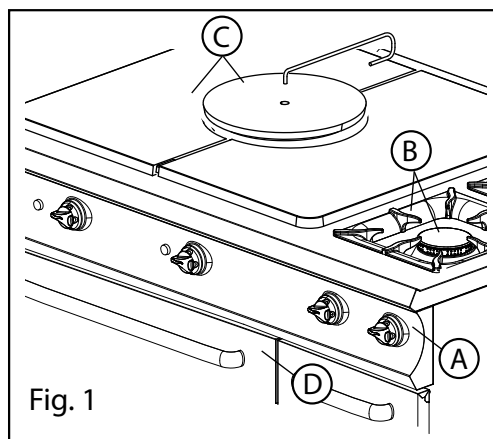

Fig. 1
2. Quite las parrillas, los difusores y los quemadores (Fig. 1/A quemador 5,5 / 7 kW - Fig. 1/B quemador 11 kW)
1. Desmontar el panel de mandos y el mando (Fig. 1/A)
2. **Cocina:** quitar parrillas y tapa de quemador (Fig. 1/B)
Placa radiante 980: quitar el disco central con el adecuado instrumento de maniobra y las placas laterales (Fig. 1/C).
Horno: abrir la puerta (Fig. 1/D).